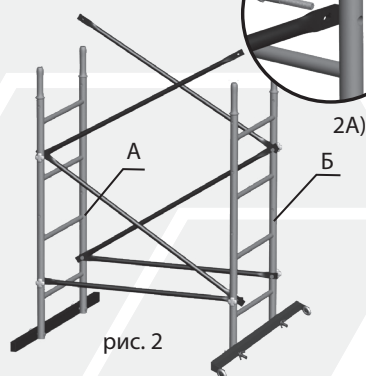

рис. 2
- Лестницу с опорной балкой (А) и лестницу с опорной балкой с колесами (Б) при помощи крепежных болтов (6) соединить с горизонтальными (3) и диагональными (4) стяжками (рис. 2А). Диагональные стяжки крепятся с разных сторон лестниц «крест на крест» (рис. 2).